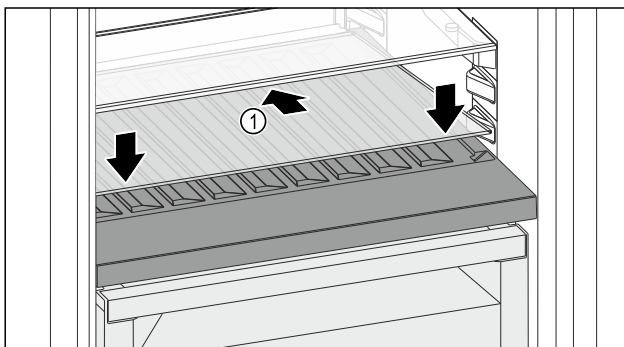

Fig. 196
- Glasplatte Fig. 196 (1) schräg und nach hinten unten geneigt ansetzen.
- Glasplatte Fig. 196 (1) vorne absenken.